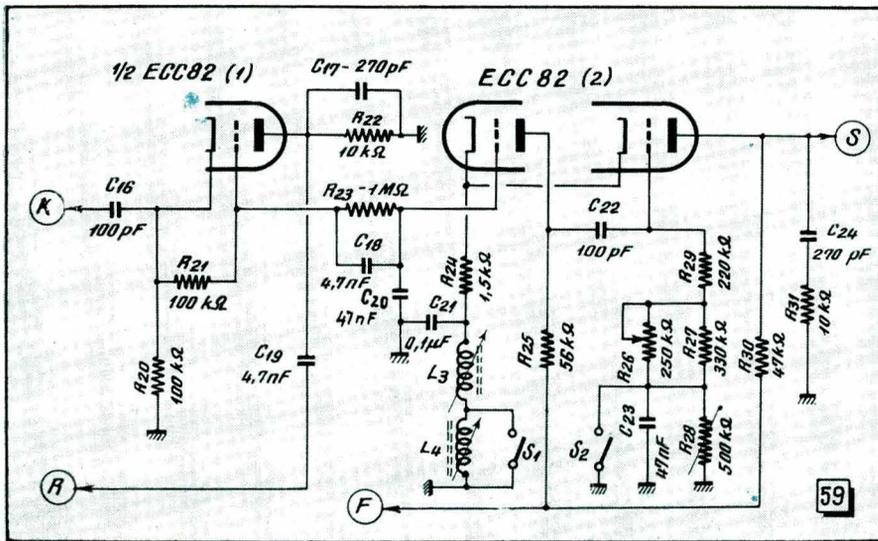

Fig. 59. — La base de temps lignes est précédée d'un comparateur de phase qui « commande » la fréquence d'un multivibrateur prévu pour les deux standards.
Sur le schéma de la figure 59 nous voyons un comparateur de phase utilisant la seconde triode de la ECC 82 (1), et un multivibrateur à couplage cathodique, équipé également d'une ECC 82.